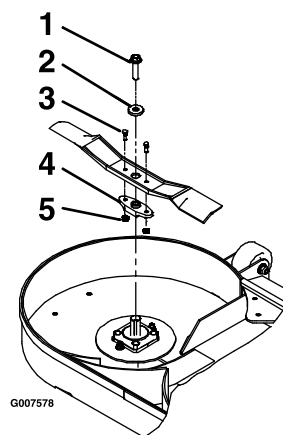

Figura 72
- Rimuovete la lama, la rondella e il bullone della lama che fissano la lama e il giralama (Figura 72).
- Togliete il giralama dalla lama esistente (Figura 72).
1. Montate il giralama sulle nuove lame con i bulloni di sicurezza e i dadi di bloccaggio (Figura 72).
3. Installate la lama, la rondella e il bullone della lama sull'asse del fusello (Figura 72).